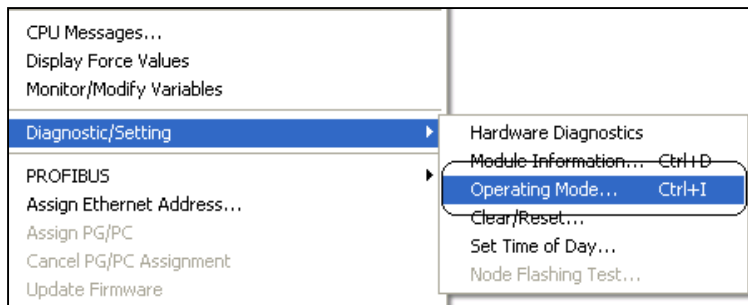

图 4—5 选择操作模式
- (7) 选择处于“Standby”模式下的 CPU417-4H(1)，点击“Stop”命令，如图 4—6 所示：